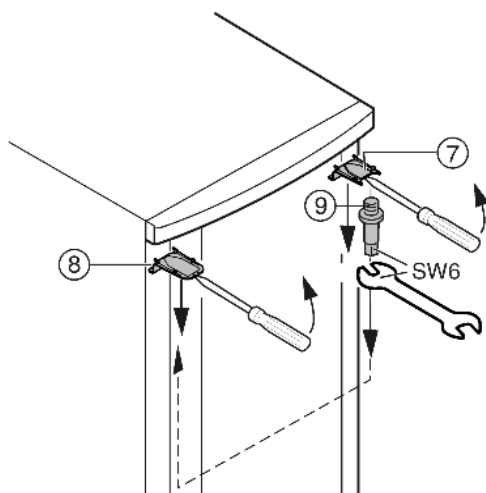

Fig. 6
► Horný kryt Fig. 6 (7) a kryt Fig. 6 (8) vylúpnite vpredu skrutkovačom a odoberte priečne smerom nadol.
► Ložiskový čap Fig. 6 (9) vyskrutkujte a na opačnej strane pevne (s uťahovacím momentom 4 Nm) zaskrutkujte.
► Kryt Fig. 6 (7) opätovne namontujte na strane čapu ložiska: vzadu nasadte, vpredu zaklapnite.
► Kryt Fig. 6 (8) namontujte na opačnú stranu: vzadu nasadte, vpredu zaklapnite.
► Dvere hore zaveste na ložiskový čap Fig. 6 (9).